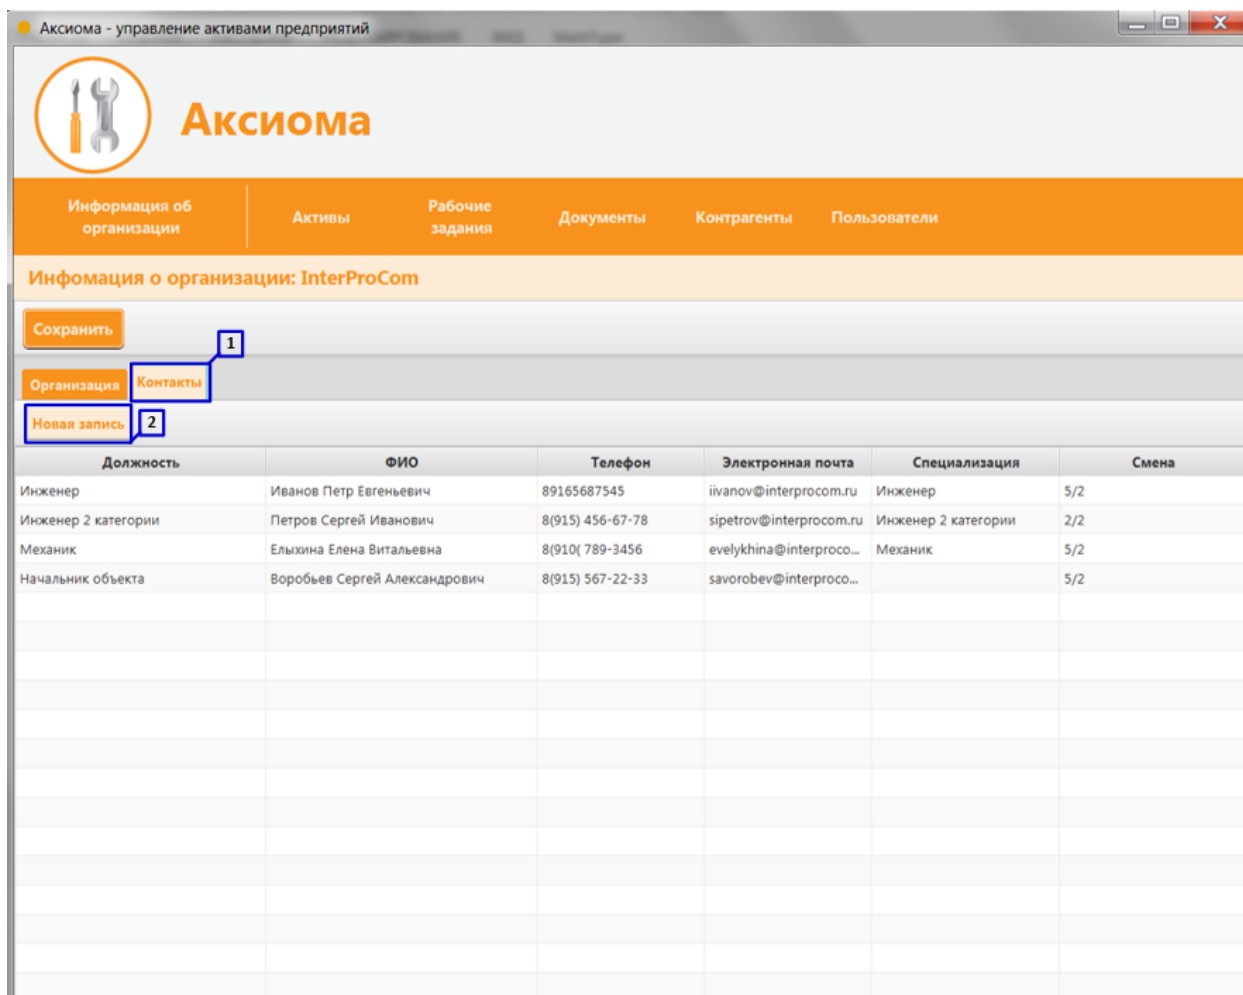

Рисунок 12. Создание нового контакта
1. Перейдите во вкладку «Контакты» (Рисунок 12 пункт 1);
2. Нажмите клавишу «Новая запись» (Рисунок 12 пункт 2);